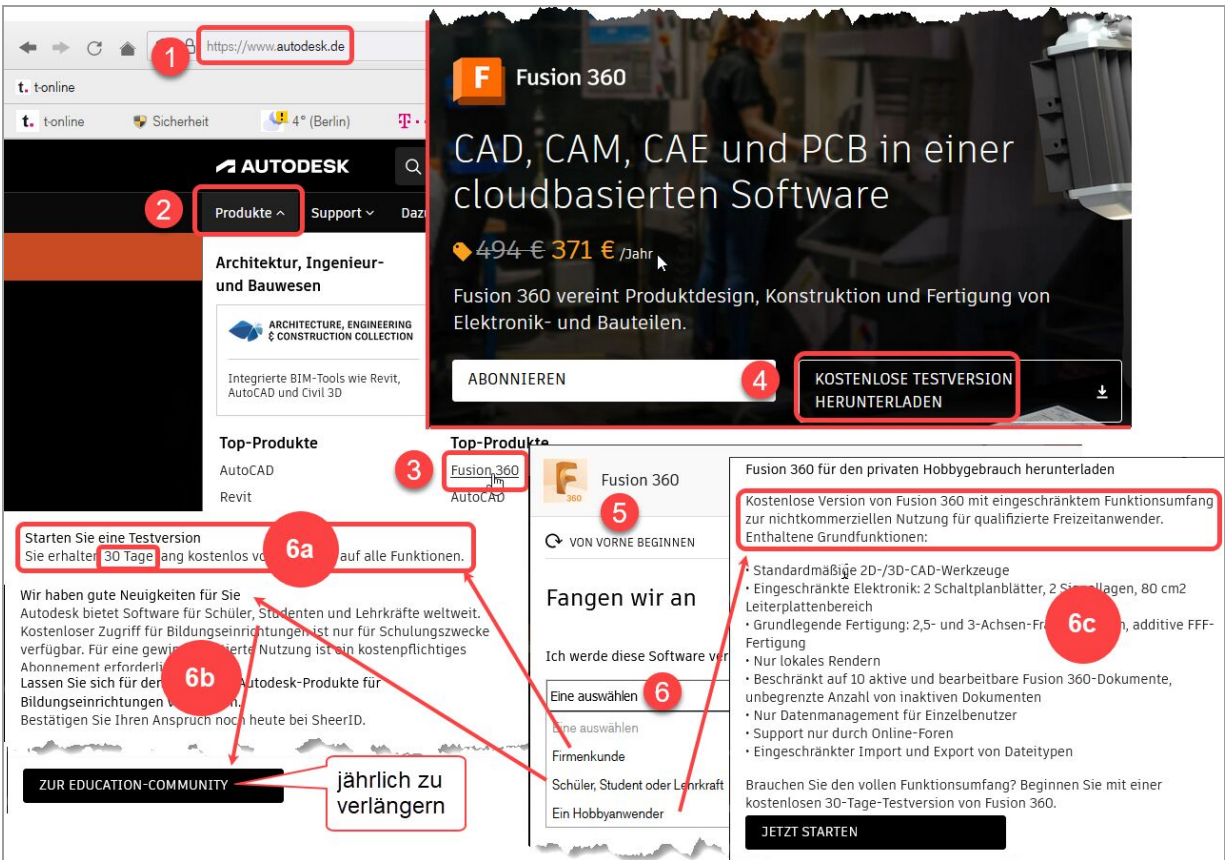

Abb. 1.1: Fusion 360 beschaffen
Die Software **Fusion 360** können Sie über die Autodesk-Homepage unter www.autodesk.de ①, ①, ① dauerhaft abonnieren (Abbildung 1.1 ①).
Alternativ können Sie die Software 30 Tage lang erst einmal kostenlos testen (Abbildung 1.1 ①. ①. 6a).
Als *Student* oder *Auszubildender* können Sie die Software zu Studienzwecken kostenlos nutzen, solange Sie jährlich Ihre Berechtigung nachweisen (Abbildung 1.1 ①, ①, 6b). Dazu müssen Sie sich zunächst bei Autodesk anmelden und eine Bescheinigung Ihrer Ausbildungsstätte zufaxen. Nach Akzeptierung durch Autodesk können Sie dann die Software herunterladen.
Es gibt auch für *Hobby-Anwender* eine Möglichkeit, die Software gratis zu nutzen (Abbildung 1.1 ①, ①, 6c). Dazu müssen Sie sich registrieren lassen und erhalten eine im Funktionsumfang etwas eingeschränkte Version.